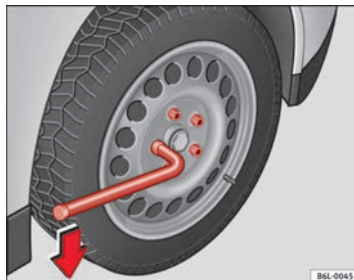

Fig. 136 Changement de roue : dévissez les vis de roue
- Attrapez la clé par l'extrémité et faites-lui faire environ un tour vers la **gauche** ⇒ fig. 136.